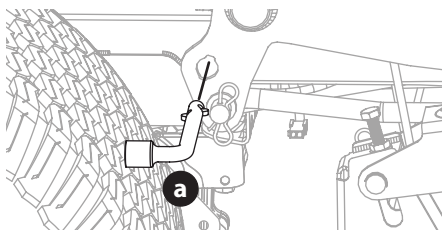

Fig. 39
5. Utilice el pedal de elevación de la plataforma y la perilla de elevación de la plataforma para colocar la plataforma en su posición más baja y utilice la herramienta para usos múltiples (a) para bloquear los componentes de elevación de la plataforma en su lugar, como se muestra en la Fig. 39.